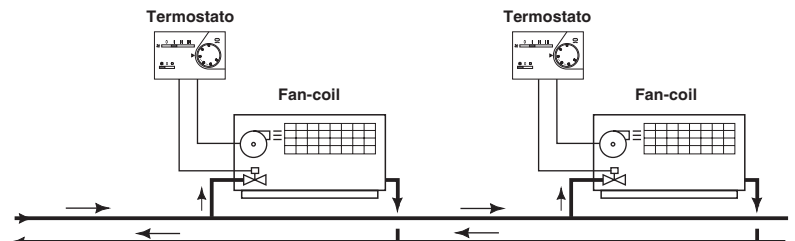

Fig. 2
- elettrovalvola termostata e ventilazione fissa (fig. 2)
- elettrovalvola e ventilazione termostata (fig. 2)